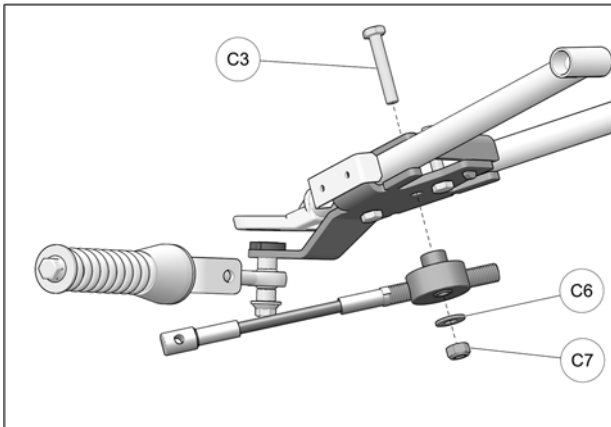

Fig. 23
12. Pass bolt (C3) down through opening in bracket cover and insert it in the anchor bracket's central hole. Slip steering limiter cable assembly over bolt (C3) and use washer (C6) and nut (C7) to secure assembly to anchor bracket. Tighten nut to 50 N•m [37 lb•ft]. Refer to Fig. 23
12. Passer le boulon (C3) par l'ouverture du couveret de l'ancrage et l'insérer dans le trou central de l'ancrage. Positionner l'extrémité en aluminium du limiteur de conduite au boulon (C3). Utiliser la rondelle (C6) et l'écrou (C7) pour fixer le limiteur de conduite en place. Serrer l'écrou à un couple de 50 N•m [37 lb•pi]. Fig. 23